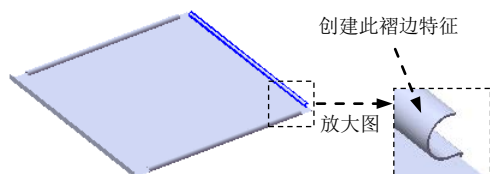
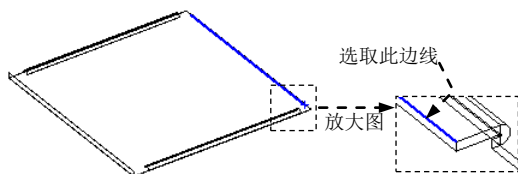

图 17.11.43 创建褶边 4
图 17.11.44 定义特征的边线
Step11. 创建图 17.11.43 所示的褶边 4。选择下拉菜单 **插入(I)** → **钣金(B)** → **褶边(E)...** 命令；单击 **边线(E)** 区域中的“折弯在外”按钮 。选取图 17.11.44 所示的